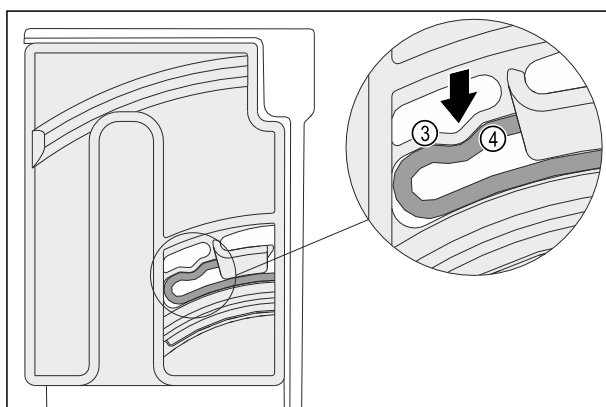

Fig. 122
- Element elastyczny Fig. 122 (3) pokrętła zatrzaskuje się słyszalnie na zaokrągleniu krawędzi Fig. 122 (4).